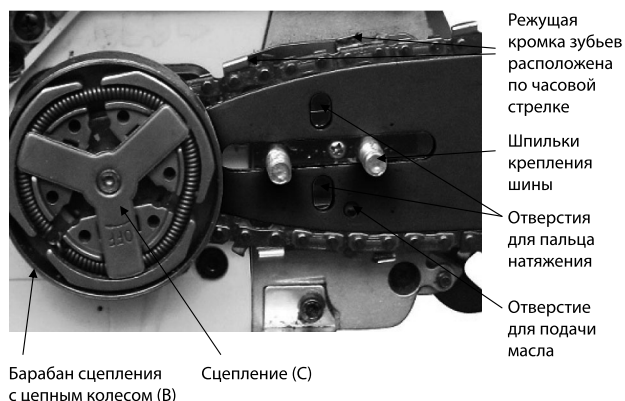

Рис.4
4. Установите шину на шпильки как показано на Рис.4.
5. Поместите цепь на зубья цепного колеса (В),расположенного позади сцепления (С). Удостоверьтесь в правильном положении цепи на звездочке.(рис. 4).
Барaban сцепления (В рис.4) мгновенно блокируется и цепь останавливается.
2. Чистоту отверстия смазочного канала на шине (Рис.4) При необходимости почистить.